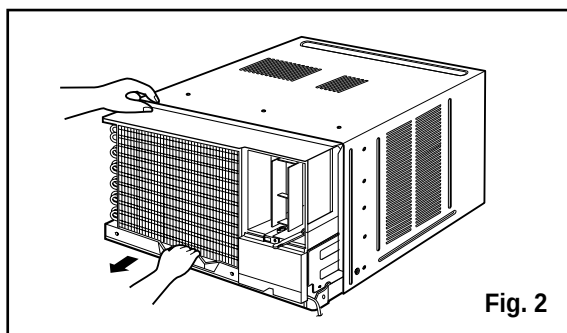

Fig. 2
1. Retire el tapón de plástico y deslice el chasis fuera del armario. (Ver Fig.2)
2. Deslice la unidad fuera del gabinete tomando la manija de la charola de la base y jale hacia adelante mientras sostiene el gabinete. (Ver Fig. 2)